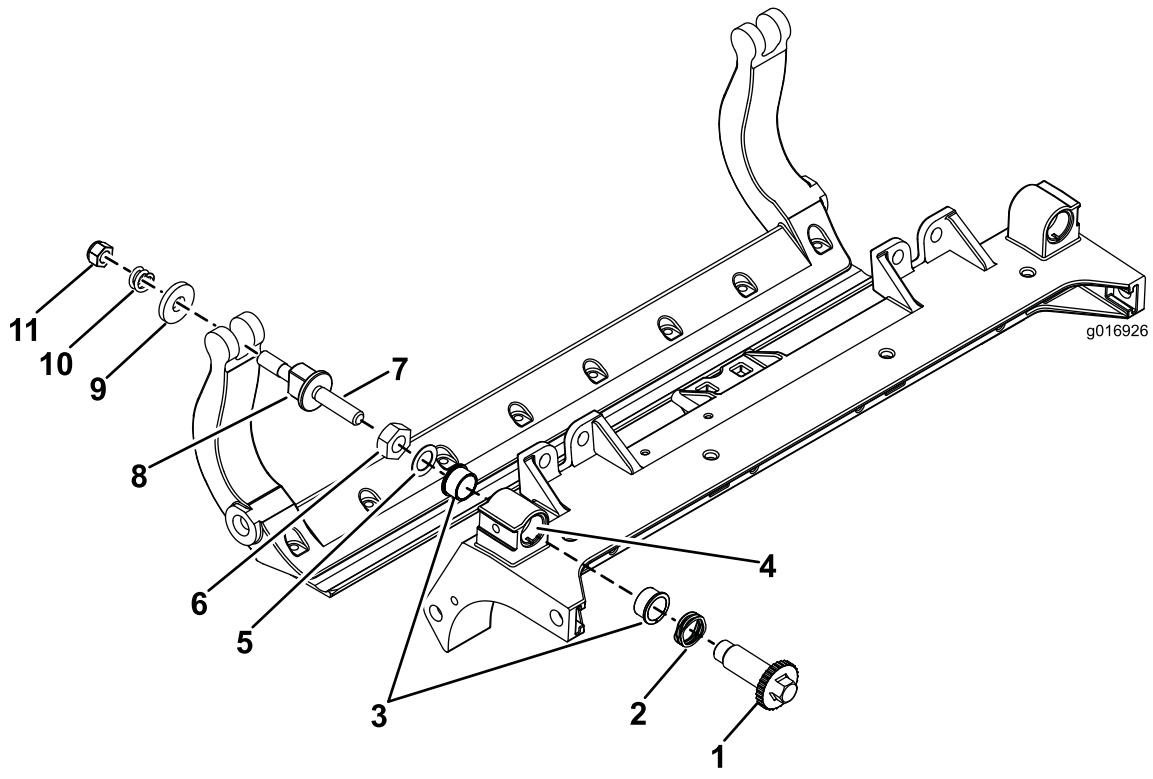

Figura 36
1. Retire todas as peças (consulte as *Instruções de instalação* do Kit DPA HD Modelo n.º 120-7230 e a Figura 36).
2. Aplique composto antigripagem no interior da área dos casquilhos na estrutura unidade de corte (Figura 36).
3. Alinhe as chaves nos casquilhos das flanges com as ranhuras na estrutura e instale os casquilhos (Figura 36).
4. Instale uma anilha ondulada no veio do ajustador e deslize o veio do ajustador para os casquilhos da flange na estrutura da unidade de corte (Figura 36).
5. Prenda o veio ajustador com uma anilha plana e porca de bloqueio (Figura 36). Aperte a porca de bloqueio com 20–27 N·m.
Nota: Coloque uma anilha de nylon de cada lado da placa lateral. Coloque uma arruela de aço no exterior de cada uma das arruelas de nylon (Figura 36).